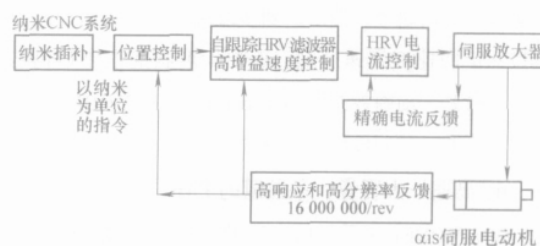

图 3
(3) 伺服调试工具 伺服引导 (SERVO GUIDE),
它通过 CNC 的以太网,把 CNC 和 PC 机连在一起,利用 FANUC 的“SERVO GUIDE”软件作为伺服和主轴的调整工具;可很方便检测出机床的误差,并确定最佳伺服调整的状态。该伺服调试工具具有:①参数窗口:通过 PC 设定伺服参数,输出到 CNC。②程序窗口:从 PC 机端编制测试程序,输出给 CNC 执行。③图形窗口:电动机反馈脉冲经过 CNC 的缓冲器后显示在图形窗口,以便观测测试结果。如图 3 所示。